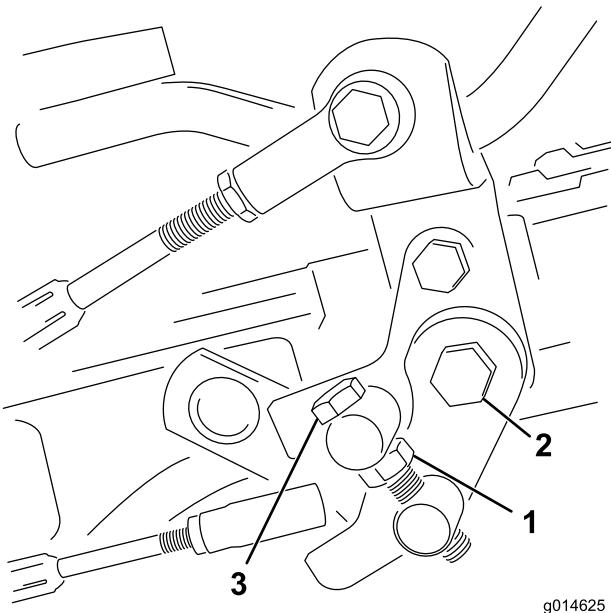

Figura 48
1. Liberte a porca de bloqueio do parafuso do eixo (Figura 48).
4. Aperte a porca de bloqueio no parafuso do eixo e a porca na articulação do pedal para bloquear o ajuste (Figura 48). Verifique o ajuste e ajuste se for necessário.